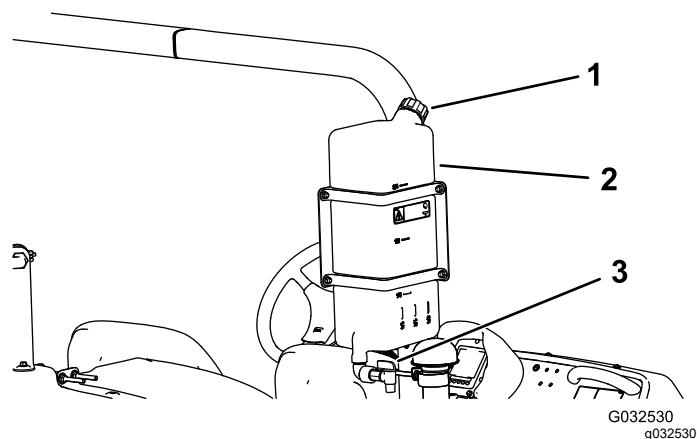

図 24
- タンクに水を入れるには、タンク上面にあるキャップを外し、水を入れて元通りにキャップを取り付けます 図 24。
- コックのレバーをひねれば水が出ます 図 24。